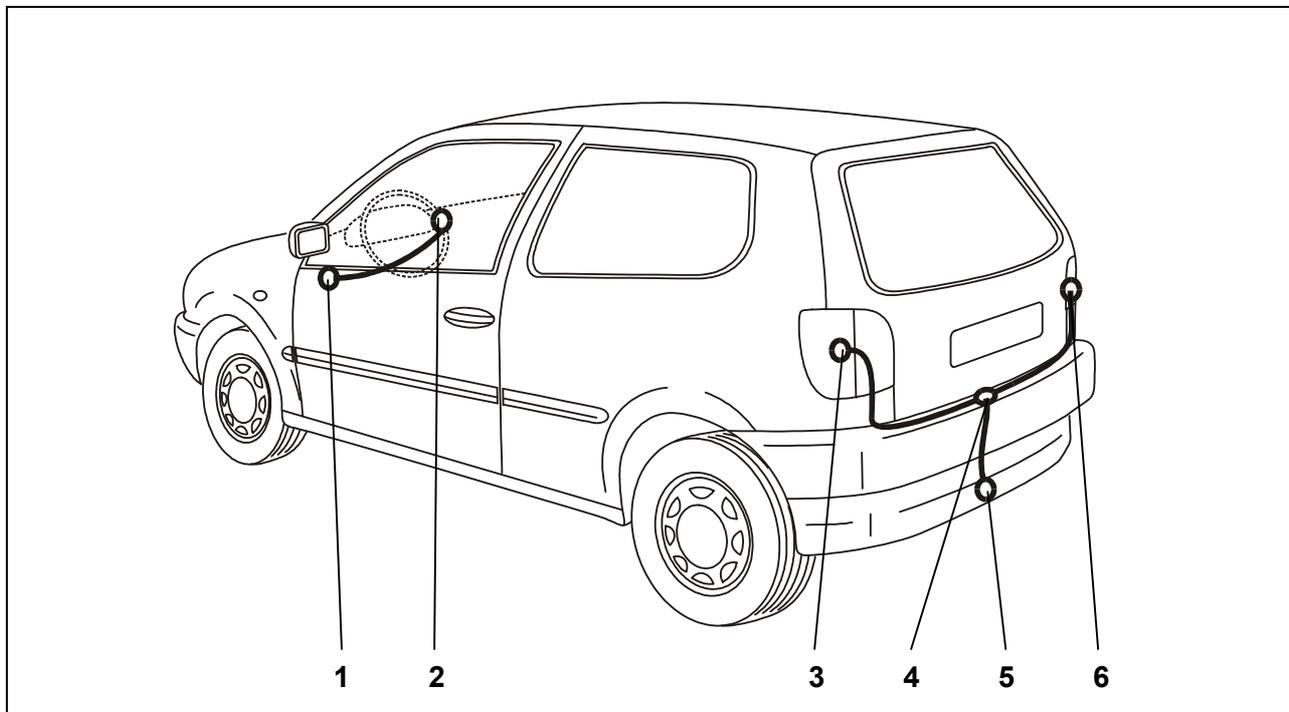

Fig. 1 : Aperçu du montage
4. Percer un trou de 32 mm pour le passage du câble dans la cavité pour la roue de secours à l'endroit adéquat (Fig. 1/4).
5. Faire passer l'extrémité du fil du conducteur de fils via le passe-câble, en partant du coffre à bagages vers l'extérieur, jusqu'à la tôle de retenue de la prise (Fig. 1/5).
6. Insérer le passe-fil en caoutchouc dans le passage du câble (Fig. 1/4).
7. Remonter le joint de la prise de courant et connecter le conducteur de fils dans le bâti de la prise (Fig. 1/5) comme indiqué au paragraphe *Affectation de la prise de courant* et faire glisser vers le bas le joint en caoutchouc sur la prise.
8. Fixer la prise sur la plaque de retenue (Fig. 1/5) avec les vis et écrous fournis.